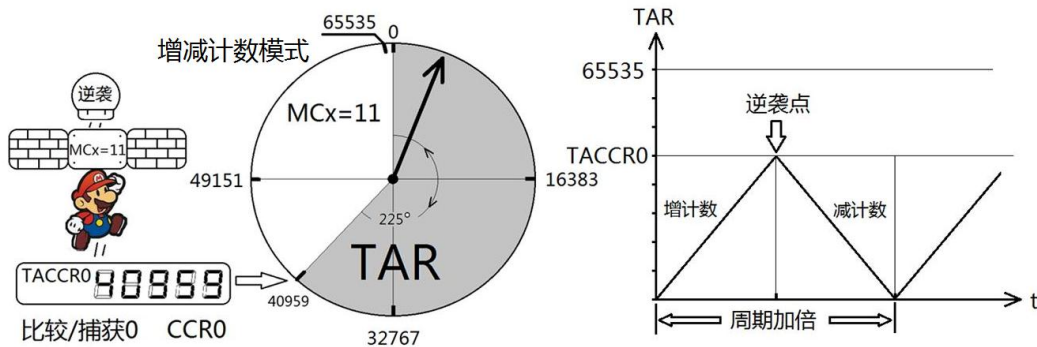

图 6.4 主定时器的增减计数模式
- 1) 如图 6.4 左侧所示，当 TAR 的值与 TACCRO 预设值（图中设定为 40959）相等时，TAR 减法计数。时钟表盘同样只能在灰色区域活动。当 TAR 减到 0 以后，主定时器自动变回加法器。
2) 如图 6.4 右侧所示，定时器的实际周期同样与 TACCRO 设定值有关，并且是增计数模式的两倍。